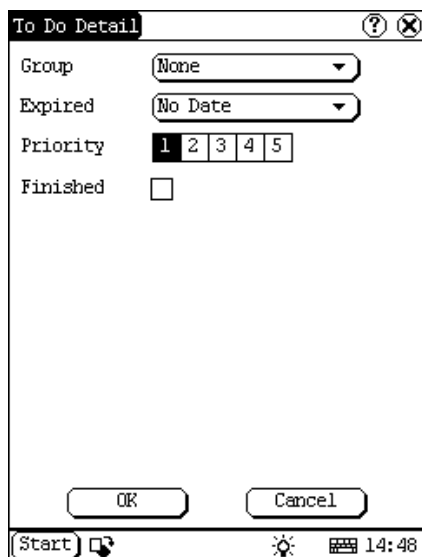

Рисунок 4-25
- 3) Нажмите кнопку [Detail], чтобы открыть подробный интерфейс. См. рисунок 4-25.